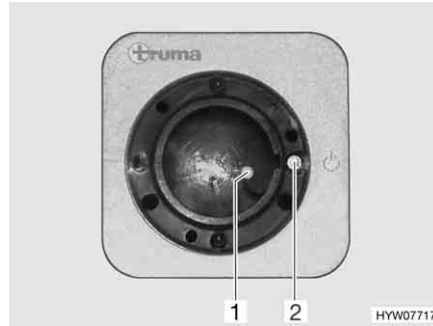
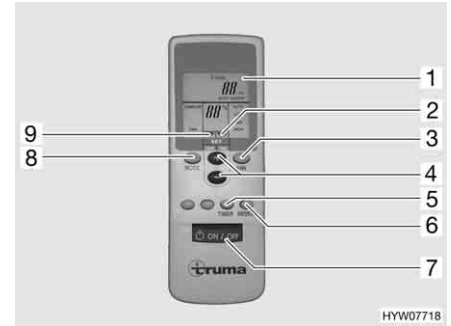

Bild 163 Empfänger
Bild 164 Fernbedienung
- Am Schalter (Bild 164,7) die Fernbedienung einschalten. Die grüne Kontroll-Leuchte (Bild 163,1) zeigt den Kühlbetrieb an.
- Die gewünschte Betriebsart mit der Taste (Bild 164,8) einstellen.
- Bei Bedarf mit den Tasten (Bild 164,3 und 4) die gewünschte Gebläseleistung und Raumtemperatur einstellen. Der Pfeil (Bild 164,9) zeigt den gewählten Einstellmodus an.
- ▷ Am Empfänger befindet sich ein zusätzlicher Tastschalter (Bild 163,2), mit dem die Klimaanlage auch ohne Fernbedienung aus- oder eingeschaltet werden kann. Wenn die Klimaanlage über diesen Tastschalter eingeschaltet wird, dann wird automatisch die zuletzt auf der Fernbedienung eingestellte Betriebsart gewählt.
- Zum Ausschalten die Taste (Bild 164,7) auf der Fernbedienung erneut drücken.
- Zum Programmieren die Klimaanlage mit der Taste (Bild 164,7) auf der Fernbedienung einschalten.
- Mit den Tasten (Bild 164,8, 3 und 4) die gewünschte Betriebsart und Raumtemperatur einstellen.
- Mit der Taste (Bild 164,5) die gewünschte Funktion (Bild 164,1) auswählen:
- Mit den Tasten (Bild 164,4) die gewünschte Schaltzeit wählen (1 bis 15 Stunden). Der Pfeil (Bild 164,2) blinkt und zeigt den Einstellmodus an.
- ▷ Mit der Taste (Bild 164,6) werden die Einstellungen der Fernbedienung wiederholt an den Empfänger gesendet.